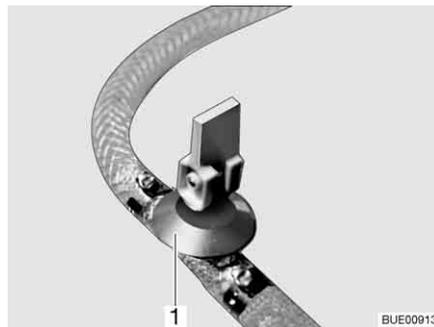

Bild 202 Ablasshahn
- Ablasshahn/Ablasshähne schließen. Dazu den Kipphebel (Bild 202,1) waagrecht stellen.
- Ablasshahn/Ablasshähne (Bild 202) öffnen. Dazu den Kipphebel (Bild 202,1) senkrecht stellen. Der Boiler wird nach außen entleert.